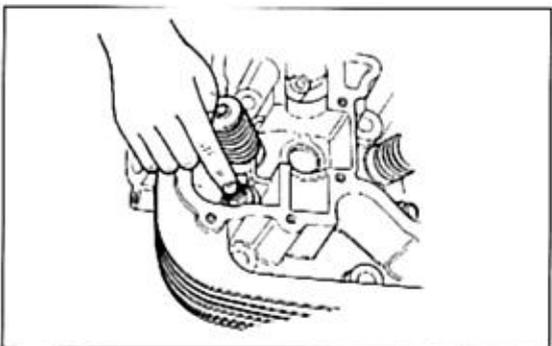

Bild 123
- Ventilschaftdichtungen auflegen und Ventilschaften mit engen Windungen nach unten weisend (zum Zylinderkopf hin) einsetzen (Bild 123).